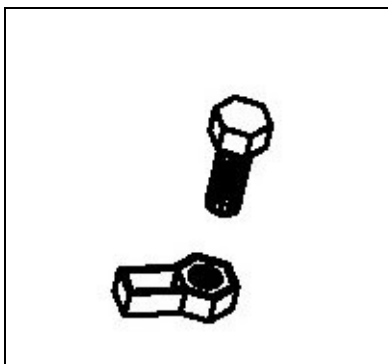

Figura 24 Particolare bullone testa a martello
- Avvitare tutti i dadi testa a martello (Figura 24) in modo uniforme senza serrare fino a completa adesione pozzetto/guarnizione/semicollare.